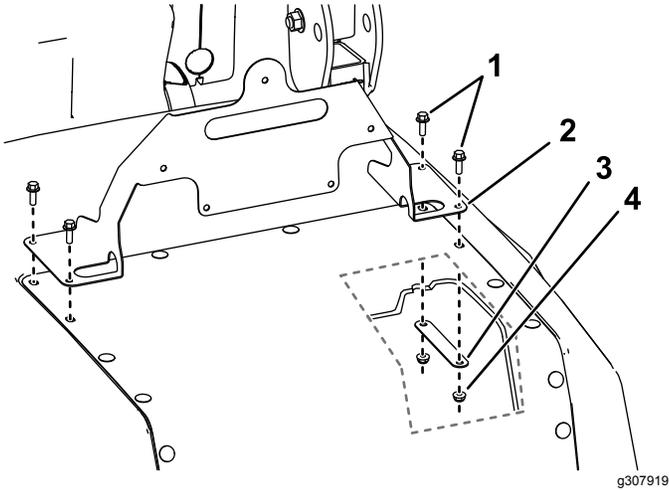

Figura 2
2. Sitúe el soporte de la señal en el capó en el mismo lugar que los remaches de plástico retirados en el paso 1 (Figura 2).
3. Instale el soporte de la señal usando 4 pernos con arandela prensada ($\frac{1}{4}$ " x $\frac{3}{4}$ " en la parte superior del capó, y 2 soportes inferiores y 4 contratuercas ($\frac{1}{4}$ " en la parte inferior del capó (Figura 2).